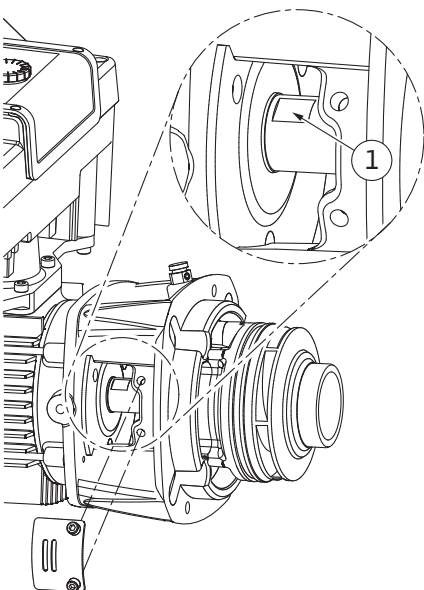

Fig. 106: Površine ključa na vratilu
14. Viljuškasti ključ (širina 22 mm) uvesti u prozor lanterne i površinama ključa čvrsto držati vratilo (Fig. 106, poz. 1). Odvrnuti navrtku radnog kola (Fig. I, poz. 22). Radno kolo (Fig. I, poz. 21) se automatski izvlači sa vratila.
3. Viljuškasti ključ (širina 22 mm) uvesti u prozor lanternu i površinama ključa čvrsto držati vratilo (Fig. 106, poz. 1).
10. Viljuškasti ključ (širina 32 mm) ubaciti u prozor lanternu (Fig. IV, poz. 38) i površinom ključa čvrsto držati vratilo (Fig. 106, poz. 1). Radno kolo montirati sa podloškom (podloškama) i navrtkom. Pritegnuti navrtku. Sprečiti oštećenja mehaničkog zaptivača usled iskošenja.